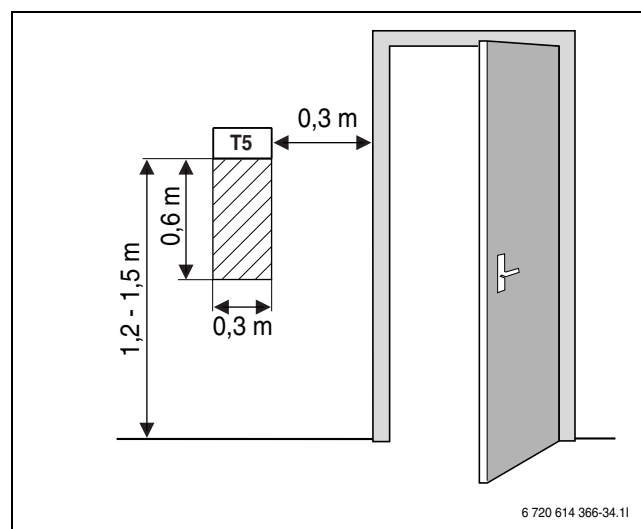

Bild 14 Rekommenderad monteringsplats för rumsgivare T5
- Obehindrad cirkulation av rumsluften under rumsgivaren T5 (streckad yta i bild 14 ska hållas fri).